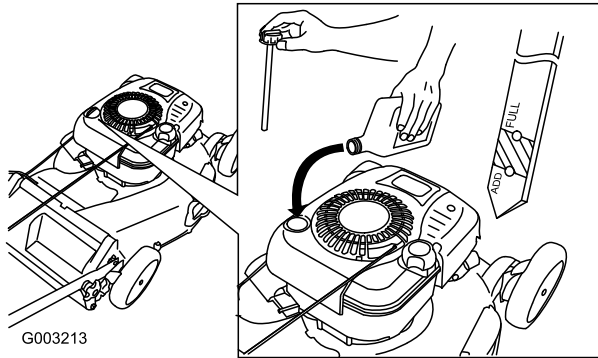

Bild 13
1. Nehmen Sie den Peilstab heraus und wischen Sie ihn ab. Stecken Sie ihn dann ganz ein (Bild 13).
2. Nehmen Sie den Peilstab heraus und prüfen Sie den Ölstand (Bild 13). Wenn der Ölstand unter der **Nachfüll**-Marke ist, gießen Sie langsam Öl in den Einfüllstutzen, um den Ölstand auf die Voll-Marke am Peilstab anzuheben. **Füllen Sie nicht zu viel ein.** (Max. Füllstand: 0,77 l des Typs: Waschaktives SAE 30W-Öl mit der Klassifizierung SF, SG, SH, SJ, SL oder höher durch das American Petroleum Institute (API).)